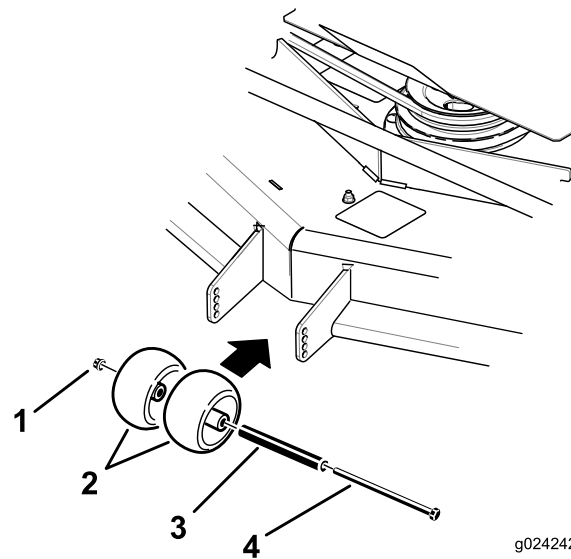
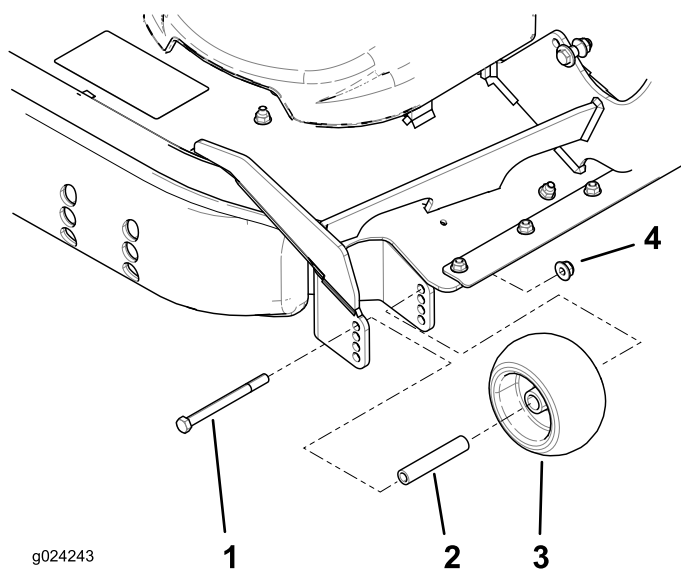

Figura 35
Figura 36
3. Remova os rolos antidanos como se mostra na Figura 35 e na Figura 36.